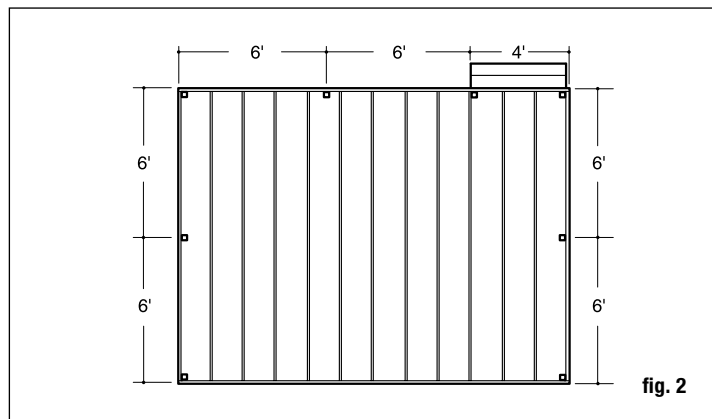

fig. 2
**Paso 1** Determine el número de postes de barandal necesarios para su terraza. El espacio entre postes es de 183 cm (6 pies) entre centros o de 244 cm (8 pies) entre centros dependiendo de la longitud de barandal elegida. Ejemplo: Una terraza de 366 x 488 cm (12 x 16 pies) anexa a un edificio con una entrada de 122 cm (4 pies) en un lado necesitará en total ocho postes (fig. 2).